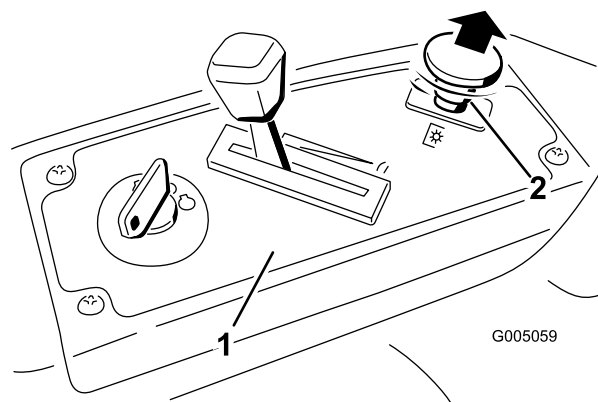

Figure 13
3. Tirez sur la commande des lames pour la placer en position engagée et engager les lames (Figure 13).